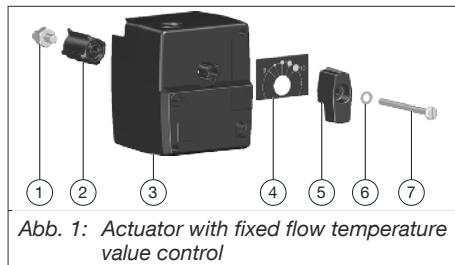
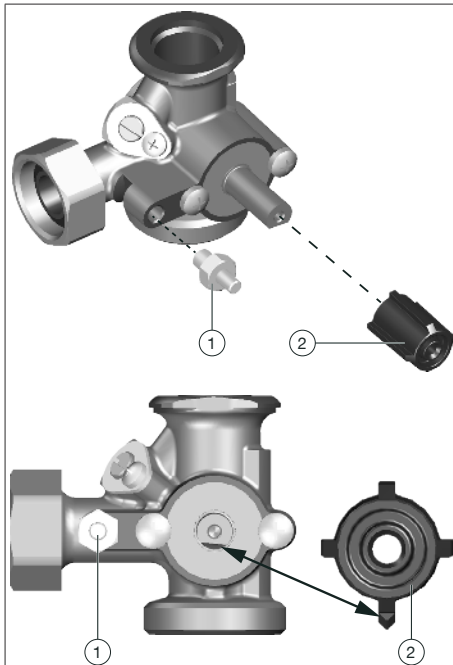
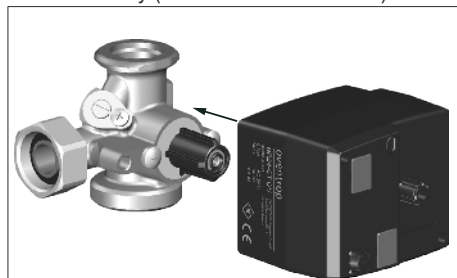

Abb. 1: Actuator with fixed flow temperature value control
Abb. 3: Alignment
Abb. 4: Fitting of the actuator
The flat surface of the spindle has to point downwards and has to be aligned horizontally (see Abb. 3 auf Seite 21).
2. Fit the enclosed adapter (position 2 in Abb. 1 auf Seite 19) to the spindle of the mixing valve.
Make sure that the pointed prong of the adapter points downwards (see Abb. 3 auf Seite 21).
3. Firmly screw the locking device (position 1 in Abb. 1 auf Seite 19) to the mixing valve body (see Abb. 3 auf Seite 21).
4. Fit the actuator (position 3 in Abb. 1 auf Seite 19) to the adapter (see Abb. 4 auf Seite 22).
5. Mount the rotation indicator, the rotary knob, the serrated lock washer and the screw (positions 4, 5, 6 and 7 Abb. 1 auf Seite 19) (see Abb. 5 auf Seite 22).